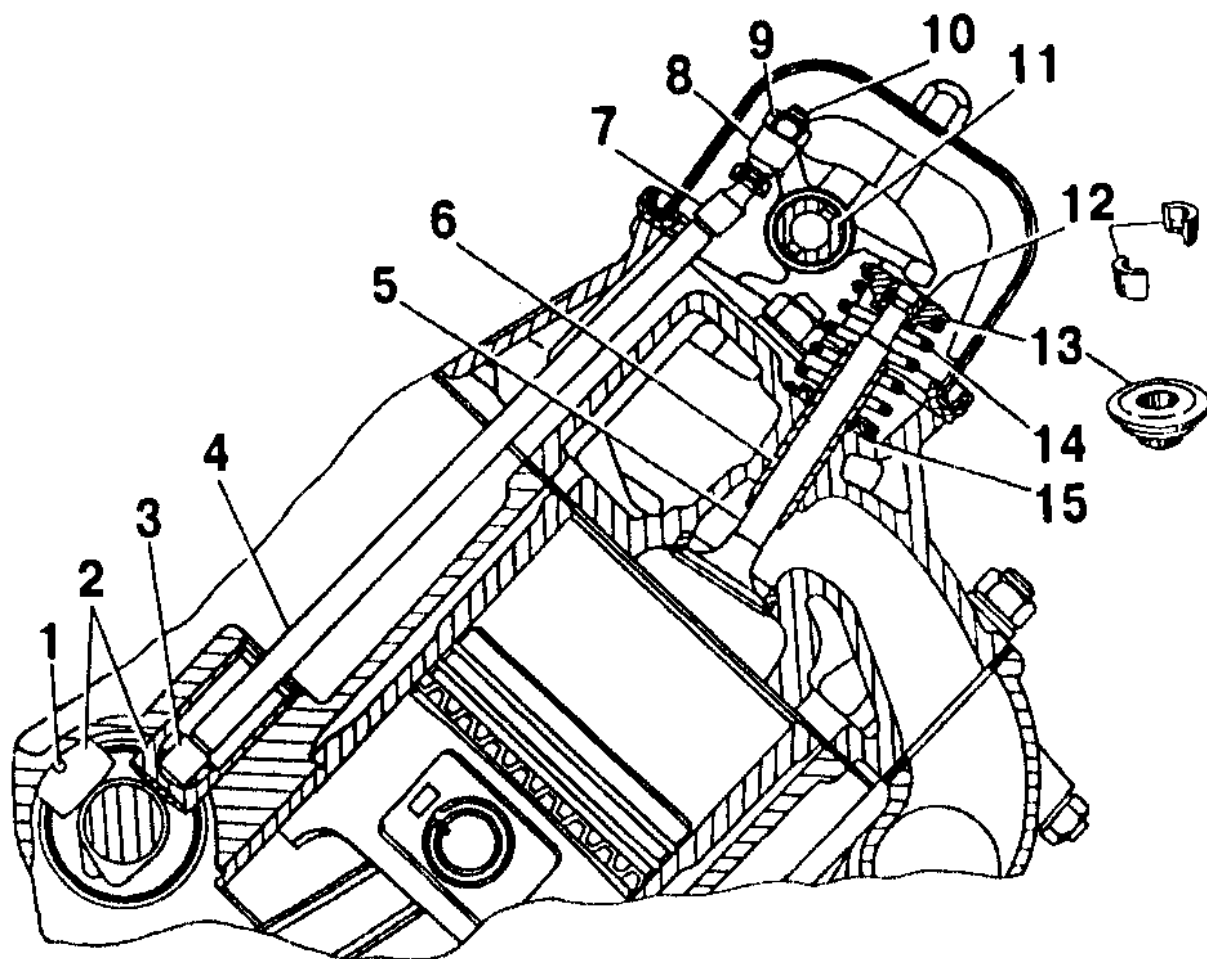

Рис.11. Механизм привода клапанов:
Механизм газораспределения – верхнеклапанный с нижним расположением распределительного вала в блоке цилиндров и приводом клапанов (рис.11) через толкатели 2, штанги 4, коромысла 8 с регулировочными винтами 10. Количество клапанов на цилиндр – два.
Толкатели 2 (рис.11) – плунжерного типа. Внутри толкатель имеет сферическое углубление для нижнего наконечника штанги. На цилиндрической поверхности толкателя у нижнего торца имеются два отверстия для слива излишков масла из внутренней полости толкателя.
- ослабить контргайку 9 (рис.11) регулировочного винта 10;